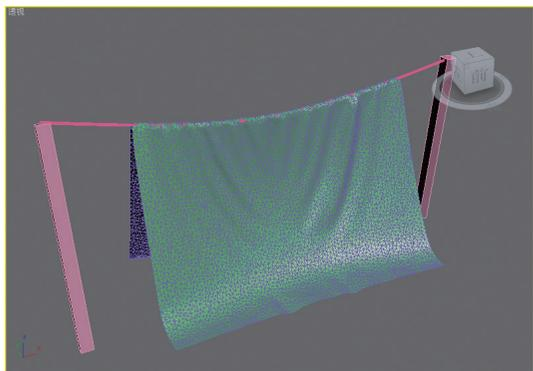

图9-81 布料测试效果
**12** 再次执行模拟操作，观察布料的效果，如图9-81所示。